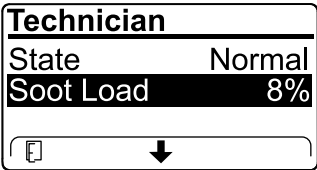

Рисунок 44
- Посмотрите объем сажи, измеряемый в виде процентов в DPF (Рисунок 44); см. таблицу объема сажи.